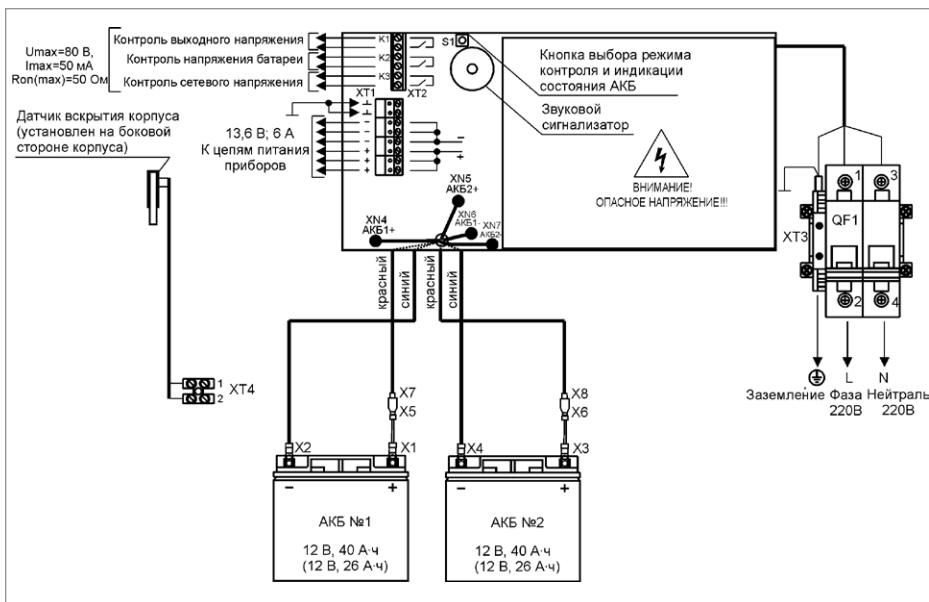

Рисунок 3.
1.4. Схема подключения приведена на рис. 3.
1.11. Проверьте правильность произведённого монтажа в соответствии со схемой подключения (Рис. 3).
2.11. Отключите обе АКБ от платы РИП, отсоединив контакты X1, X2, X3, X4 от клемм АКБ (см. рис. 3).